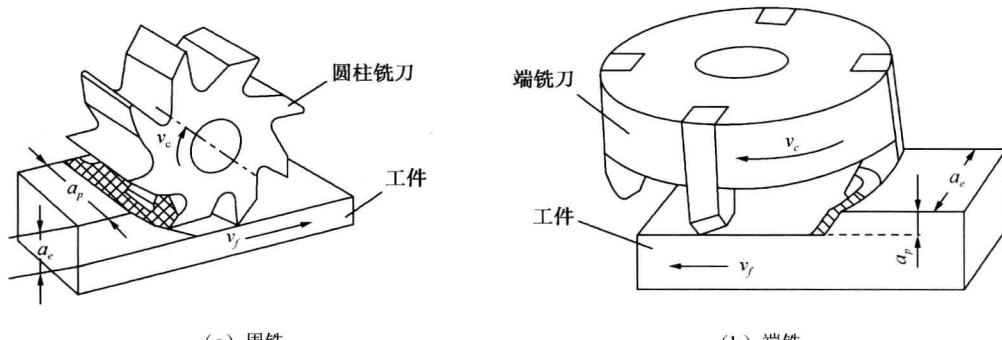

图 1-1 铣削运动及铣削用量
① 铣削速度 v_c ，即铣刀旋转（主运动）的线速度，如图 1-1 所示，单位为 m/min。其计算公式为
② 进给速度 v_f ，即单位时间内铣刀在进给运动方向上的相对工件的位移量，如图 1-1 所示，单位是 mm/min。进给速度也称为每分钟进给量。铣刀是多刃刀具，所以铣削进给量还分为每转进给量 f 和每齿进给量 f_z ，其中：
铣削背吃刀量 a_p 是通过切削刃基点并垂直于工作平面的方向上测量的吃刀量。它是平行于铣刀轴线方向测量的切削层尺寸，单位是 mm。例如，周铣中铣刀端面（轴线方向）的吃刀量，如图 1-1 (a) 所示；端铣中铣刀端面（轴线方向）的吃刀量，如图 1-1 (b) 所示。
铣削侧吃刀量 a_e 是通过切削刃基点，平行于工作平面并垂直于进给运动方向上测量的吃刀量。它是垂直于铣刀轴线测量方向的切削层尺寸，单位是 mm。例如，周铣中铣刀径向（垂直于轴线方向）的吃刀量，如图 1-1a 所示；端铣中铣刀径向（垂直于轴线方向）的吃刀量，如图 1-1 (b) 所示。